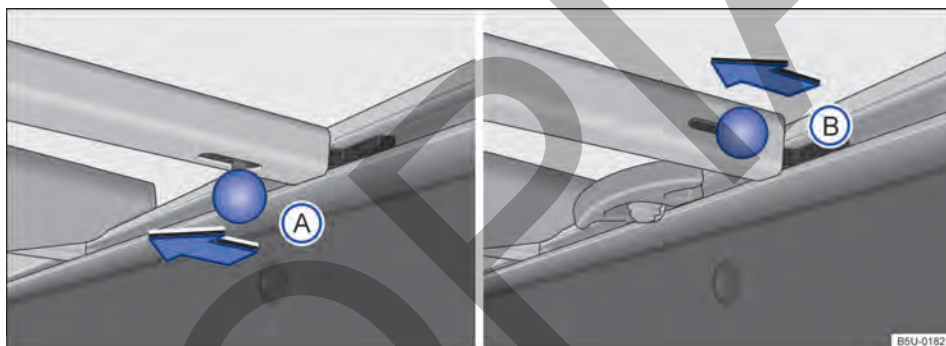
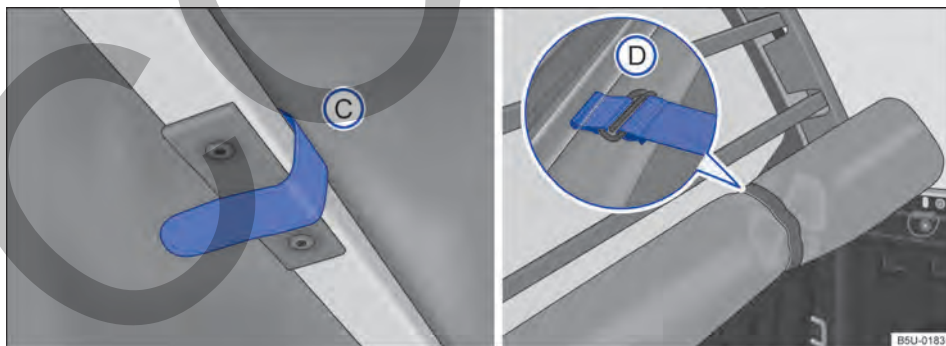

Fig. 54 Los travesaños en el compartimento de carga: **A** vehículos con soportes de amarre fijos, **B** vehículos con soportes de amarre deslizantes.
Fig. 55 En el compartimento de carga: tira de fijación y capota marítima correctamente recogida.
- Para la remoción del tipo **(A)** o **(B)**, desplazar el perno de bloqueo en el sentido de la flecha → **fig. 54**. Para remover el travesaño que está cerca de la luneta, se necesita soltar las tiras de fijación de la capota → **fig. 55 C**.
- Para desmontar el travesaño que está cerca de la luneta, es necesario soltar las tiras de fijación de la capota → **fig. 55 C**, y hacer el mismo procedimiento anterior para desmontar el travesaño (cuando exista más de un travesaño).
- Después de recoger totalmente la capota, sujétela con las cintas de fijación → **fig. 55 D**.